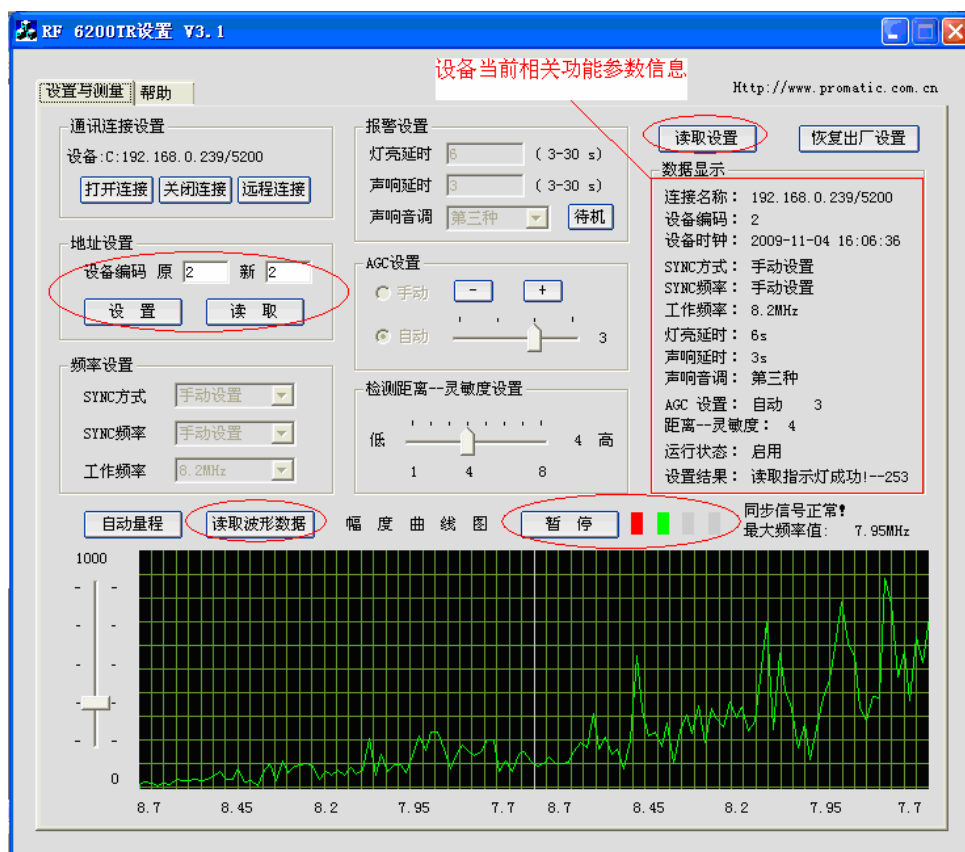

图 18
- 5) “485T 通讯转换器配置工具软件”与设备通讯正常后，就可以进行相关的调试操作，如：读取波形数据、读取指示灯、相关功能参数设置等，如图 18 所示：